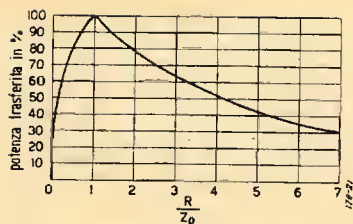

Fig. 7. - Potenza trasferita in funzione del rapporto  $R/Z_0$ .
1) L'impedenza di carico è una pura resistenza ohmica  $R$  non uguale a  $Z_0$ . La potenza  $P_r$  assorbita dal carico in questo caso è riportata in fig. 7 per vari rapporti  $R/Z_0$ .